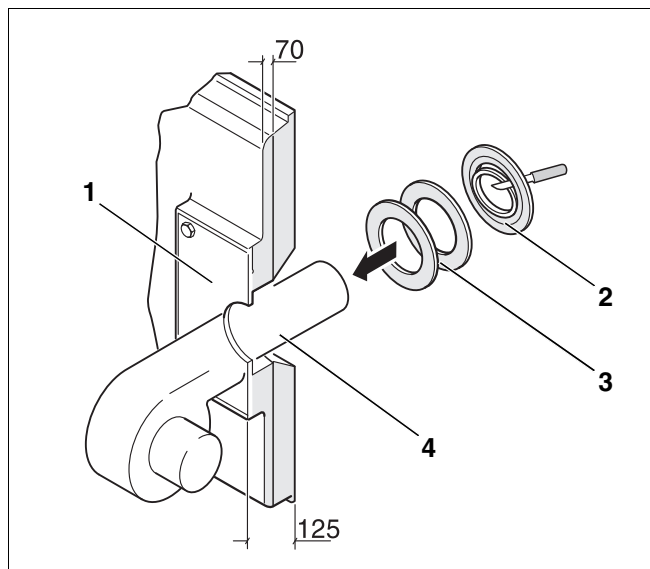

Fig. 28 Montaggio – Bruciatore
- ▶ forare la piastra del bruciatore (fig. 28, [1]) in base al diametro necessario per il boccaglio (\varnothing max. 270 mm) o tagliarla al canello.
- ▶ Ritagliare gli anelli isolanti in modo corrispondente al diametro del boccaglio del bruciatore (fig. 28, [2]).
- ▶ Riempire la fessura rimanente fra l'isolamento termico della porta ed il boccaglio del bruciatore (fig. 28, [4]) con gli anelli isolanti adattati (fig. 28, [3]).